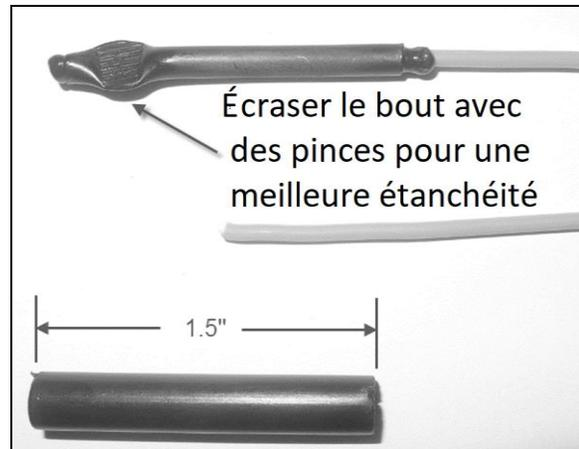

FIGURE 11
29. Couper le fil existant F55 pour retirer le terminal et installer un bout de tube thermorétractible pour rendre étanche, comme montré dans la Figure 11.
31. Couper le fil existant 00A pour retirer le terminal et installer un bout de tube thermorétractible pour rendre étanche, comme montré dans la Figure 11